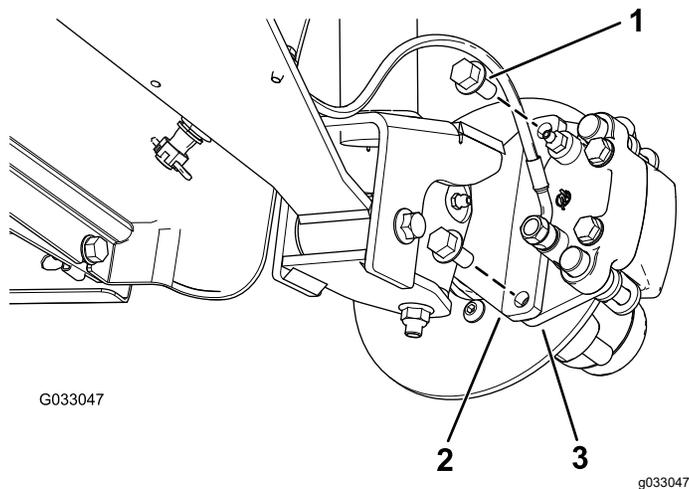
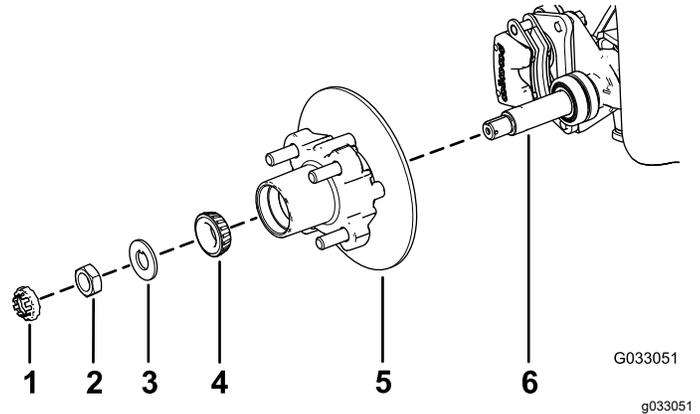

Figura 30
Figura 34
3. Togliete i bulloni a testa flangiata ($\frac{3}{8}$ " x $\frac{3}{4}$ "") che fissano la staffa del gruppo del freno al mandrino e separate il freno dal mandrino (Figura 30).
1. Lubrificate leggermente il mandrino con il grasso specificato (Figura 34).
2. Montate il mozzo e il rotore sul mandrino con il rotore verso l'interno (Figura 34).
3. Montate il cuscinetto esterno sul mandrino e inserite il cuscinetto sull'anello esterno (Figura 34).
4. Montate la rondella di sicurezza sul mandrino (Figura 34).
5. Avvitare il dado del mandrino sul mandrino e serrate il dado a 15 N·m mentre ruotate il mozzo per posizionare in sede il cuscinetto (Figura 34).
2. Allineate le pastiglie dei freni su ciascun lato del rotore (Figura 30) e i fori sulla staffa della pinza con i fori sul supporto del freno del telaio del mandrino (Figura 34).
3. Fissate la staffa del calibro al telaio del mandrino (Figura 30) utilizzando i 2 bulloni a testa flangiata ($\frac{3}{8}$ " x $\frac{3}{4}$ ").